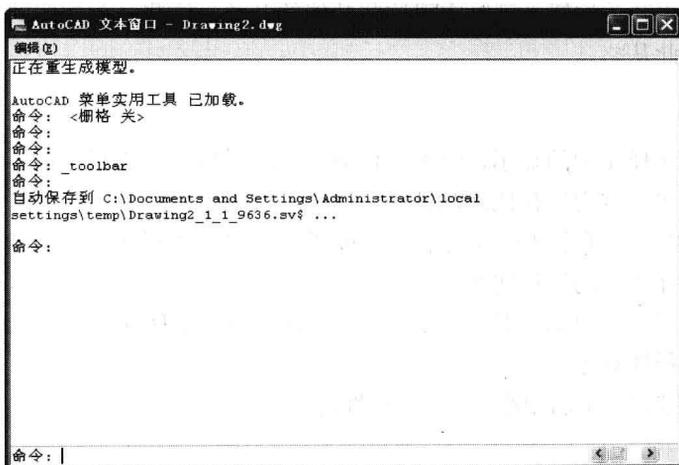

图 1-16 文本窗口
- ◆ 对于当前命令行中输入的内容，可以按 F2 键用编辑文本的方法进行编辑，如图 1-16 所示。AutoCAD 文本窗口和命令行窗口相似，系统可以显示当前 AutoCAD 进程中命令的输入和执行过程。在执行 AutoCAD 某些命令时，系统会自动切换到文本窗口，列出相关信息。